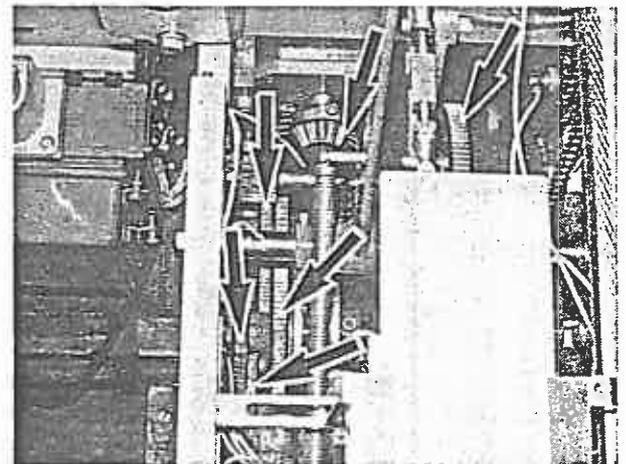

Bild 35
2. Die Zähne aller Zahnräder (Bild 35/Pfeile) mit Fett einstreichen.